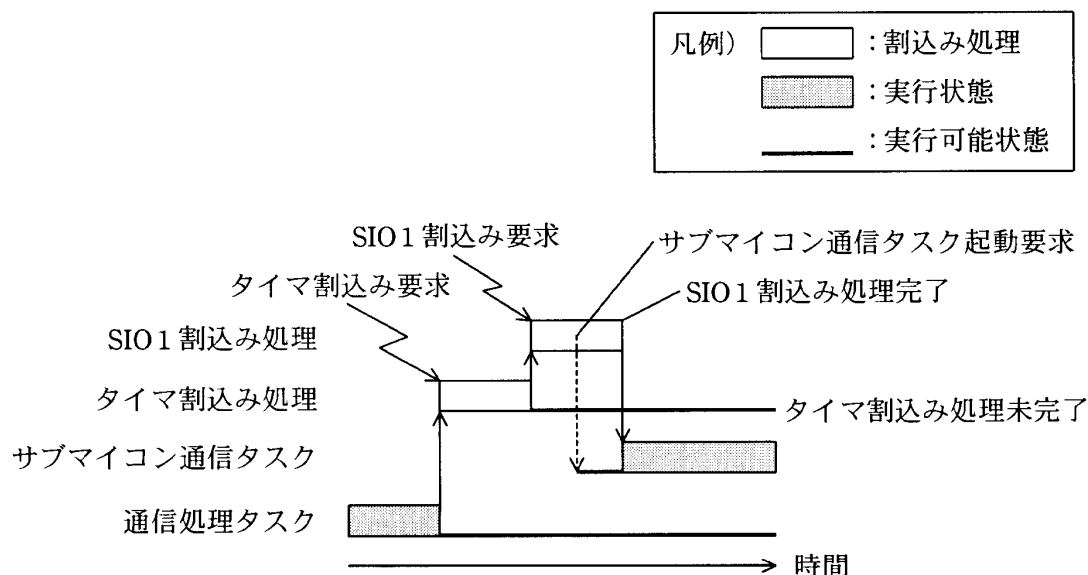

図 4 多重割込みの発生状況
タイマ割込みによってすべてのスイッチをスキャンすると、タイマ割込み処理の時間が長くなり、サブマイコンからの通信データを取りこぼす問題が発生した。この問題を解決するために、多重割込みを許すように、現在用いているリアルタイム OS を改造したところ、図 4 に示すように、多重割込みが発生している様子を観測することができた。
- (1) 図 4 では、SIO 1 割込み処理内でサブマイコン通信タスクの起動を要求しているが、その後の処理に問題が発生している。どのような問題か。50 字以内で述べよ。また、この問題を解決するために、リアルタイム OS 内の割込み処理部分をどのように修正すればよいか。40 字以内で述べよ。
- (2) 表 1, 2 を用いて、メインマイコンで必要となるスタックサイズの合計値を求めよ。
- (3) リアルタイム OS を更に改造し、メインマイコンで必要となるスタックサイズの合計値を減らすには、どのようにすればよいか。50 字以内で述べよ。